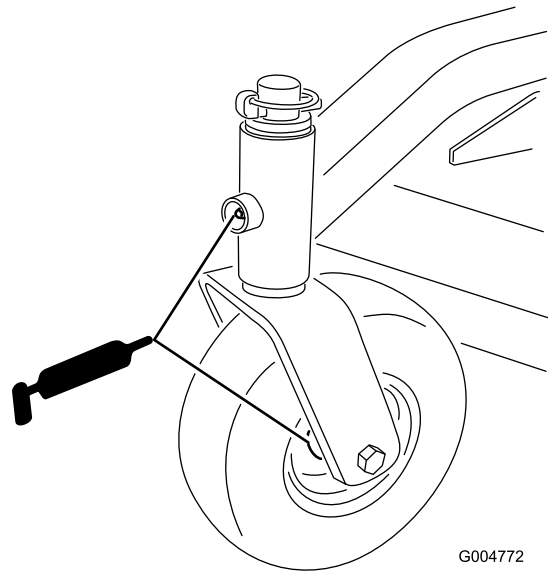

Figura 23
1. Lubrique los cojinetes de las ruedas giratorias delanteras y los pivotes delanteros (Figura 23).
4. Retire el retén de las ruedas traseras. Lubrique el cojinete de las ruedas (Figura 23).